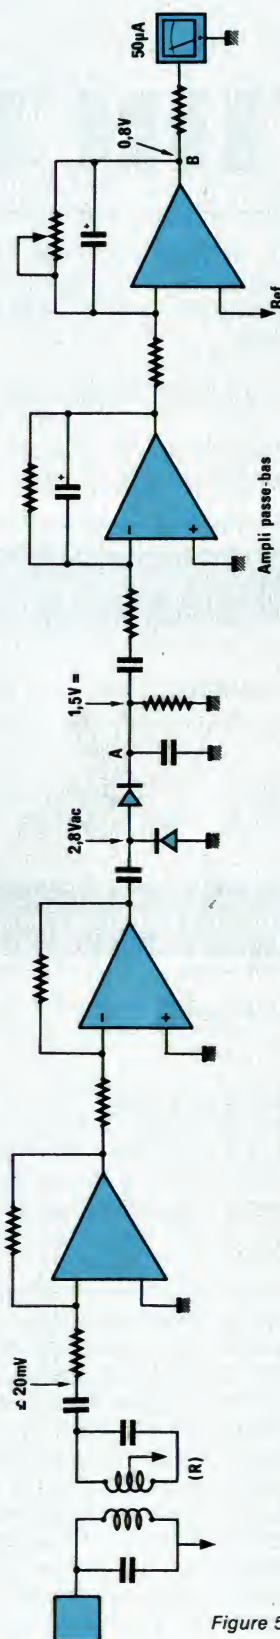

Figure 5
Réalisons l'appareil de la figure 5. Il ne possède plus de circuit de nul. Disposons le récepteur (R) de telle façon qu'un signal de l'ordre d'une vingtaine de mV soit présent aux bornes de ce bobinage. Avec les valeurs indiquées, nous obtenons au point A une tension continue d'environ 1,5 volt. On observe alors qu'en approchant un objet ferreux, le signal du point A va diminuer, qu'en approchant un métal non ferreux le signal va augmenter ou inversement. Selon la position de la bobi-
Comme indiqué précédemment, tout déplacement de la tête par rapport au niveau du sol entraîne un déplacement de l'aiguille du galvanomètre ainsi qu'une variation de la tension au point (B) figure 5.